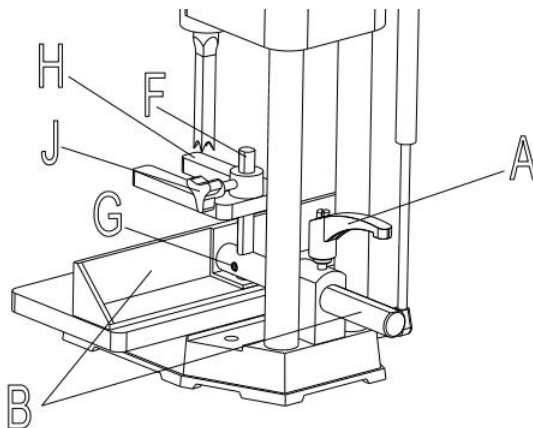

Fig. 7
29. Lokalisera handtagsenheten och ta bort skruven (A) Fig. 7 och fjädern (B) från handtaget
30.Sätt in stängselenhetens stång (E) Fig. 7, genom hålet i kolumnen enligt bilden.
31.Sätt in stång (F) Fig. 7, i hålet ovanpå staketet enligt bilden, och dra åt setet
32.Montera hållaren ner (H) Fig. 7, på stången (F) som visas, och dra åt ställskruv (J) mot plan på stången .